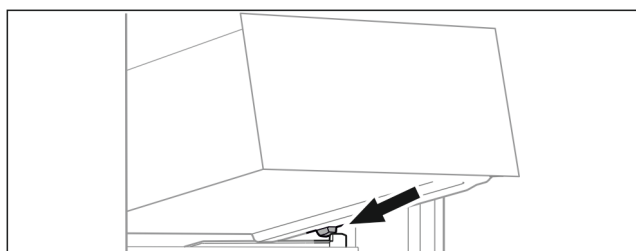

Fig. 119
- Stavite ladicu ukoso iza zaustavljača na žlijeb spremnika. (pogledajte Fig. 119)